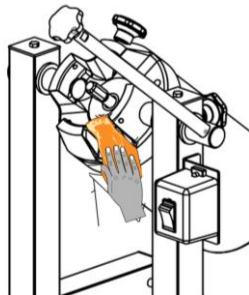

Fig 5. LIMPIEZA DE SEPARADOR DE MOTOR
4. Limpie la base para vaso (5), el separador de motor (6), el cubre motor (8) y el resto de la estructura con un trapo húmedo, (Fig. 5) nunca sumerja en agua ni en ningún otro líquido algún componente del equipos para propósitos de limpieza.